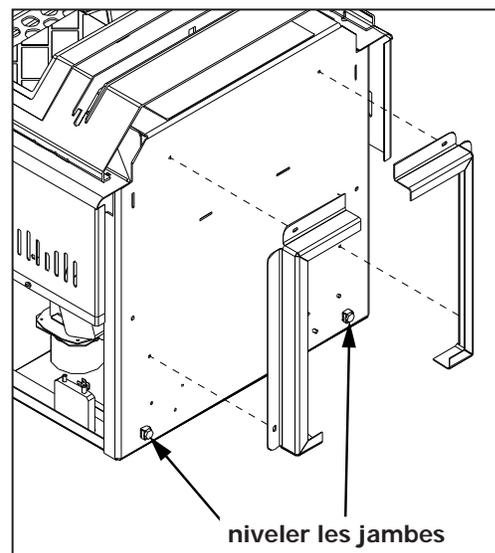

Figure 19: Installation du socle
Voici deux parties au Meridien qui peuvent être trouvés à l'intérieur de la trémie. Placez l'appareil sur le dos. Deux (2) boulons à tête hexagonale sont utilisées de chaque côté du socle (voir Figure 19). À l'aide d'une clé à douille de 5/16" ou fixez le socle à la partie inférieure de l'unité.